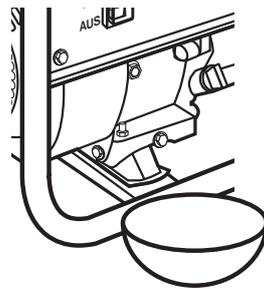

Abb. 15
3. Stellen Sie das Gerät leicht schräg auf, sodass dieses in Richtung der Ölablass-Schraube (9) geneigt ist.
4. Stellen Sie einen geeigneten Auffangbehälter (Fassungsvermögen mindestens 0,6 l) unter den Ölablass (Abb. 15).